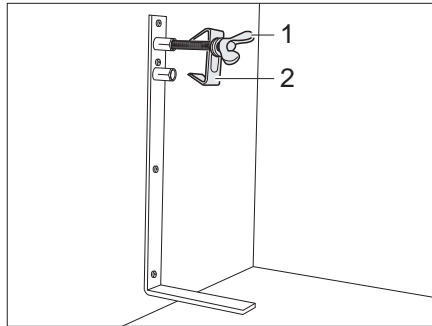

Bild 177 Ersatzrad-Halterung
- Die Schraube (Bild 177,1) lösen und mit der Zentrierung (Bild 177,2) abnehmen.